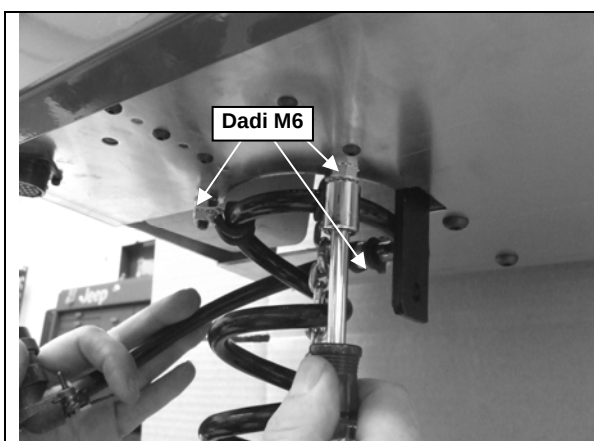

Figura 2- 8
- 3) Fissare tre (3) dadi M6 sul cavo a spirale fissando l'assieme dalla parte inferiore del paranco servoassistito (cfr. Figura 2- 8).
- 4) Collegare il connettore pin 19 alla parte inferiore del paranco servoassistito (cfr. Figura 2- 8).
- 6) Rimuovere le due (2) viti M3 della protezione del cavo sulla manopola grillo della manopola di controllo (cfr. Figura 2- 8).
- 7) Collegare il connettore pin 19 sul lato della manopola (cfr. Figura 2- 8).
- 9) Fissare i due (2) bulloni M6 del cavo a spirale della manopola sulla sommità della manopola di controllo (cfr. Figura 2- 8).